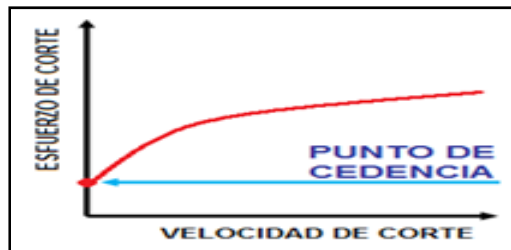

Figura A-3. Punto de cedencia.
**Punto de cedencia, PC [lb / 100 pies2].** Es el esfuerzo mínimo de corte que debe aplicarse a un fluido para que comience a desplazarse, figura A-3.